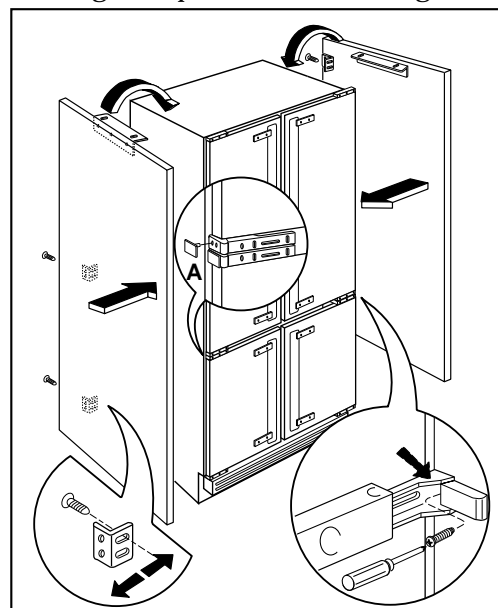

Abb. 4
- Die Platten am Gerät anlehnen (Abb. 4).
- Die Platten vorne befestigen. Bei Verwendung von Platten mit einer geringeren Tiefe als 20 mm, sind auf der Seite der Scharniere die mitgelieferten Ausgleichsplättchen A einzufügen (Abb. 4).